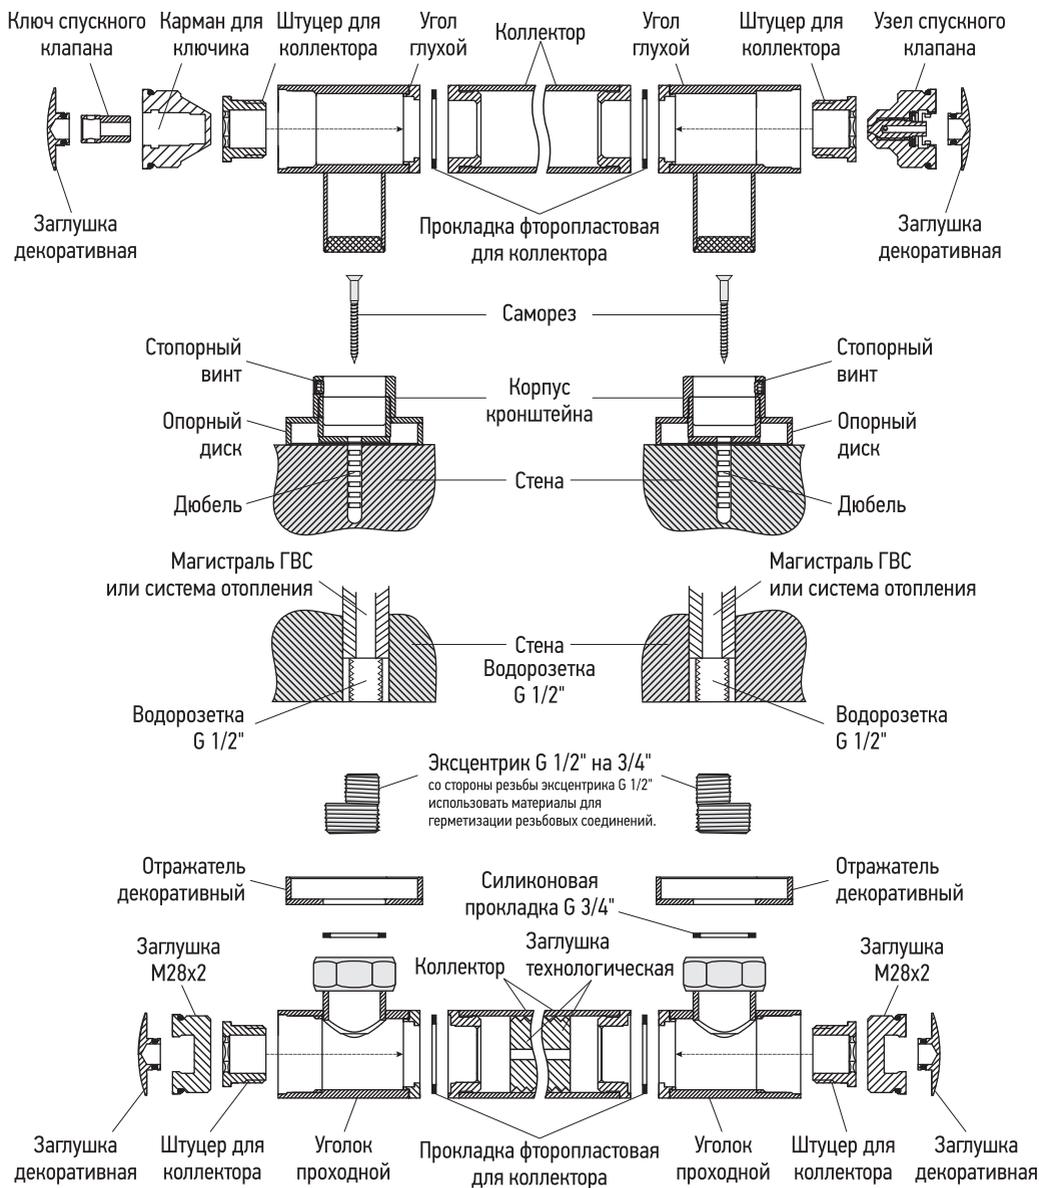

Рис. 2
#### 3.1. Схема монтажа и подключения полотенцесушителя к системе ГВС или отопления (рис.2).
3.3. Комплектация. Полотенцесушитель комплектуется согласно схеме монтажа (рис. 2):
3.4. Полотенцесушитель бытовой (дизайн-радиатор) крепится к стене телескопическими кронштейнами, что позволяет регулировать расстояние до стены (рис. 2).
4.5. Монтаж полотенцесушителя производить согласно схеме (см. рис. 2):
4.5.7. Согласно схеме (см. рис. 2) вкрутить в нижние углы заглушки M28x2 и установить декоративные заглушки.
4.6. Для герметизации резьбовых соединений производитель комплектует изделие прокладками собственного изготовления (см. п. 3.3.4, п. 3.3.7 и рис. 2).